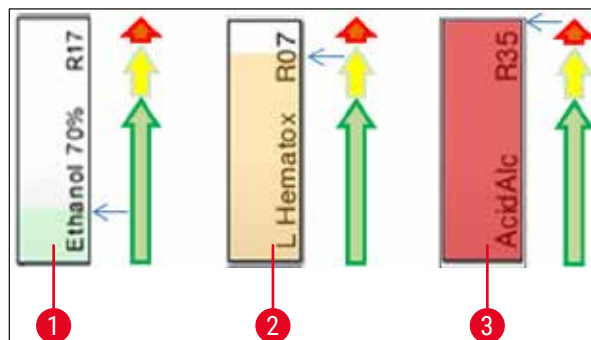

Рис. 70
- Фоновый цвет (→ "Рис. 70")
- Фоновый цвет показывает статус расхода реактива (→ "Рис. 70"). По мере расхода реактива цветная полоса поднимается снизу вверх и изменяет цвет с учетом статуса расхода.